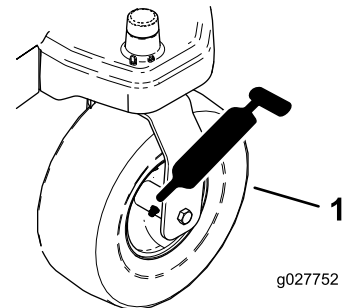
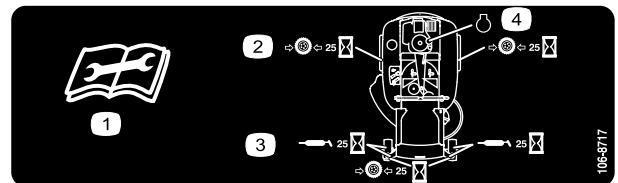

Figure 23
Figure 24
3. Nettoyez les graisseurs (Figure 23 et Figure 24) à l'aide d'un chiffon.
4. Raccordez une pompe à graisse à chaque graisseur (Figure 23 et Figure 24).